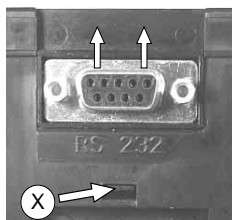

Fig. 9
- Rastnase (X) (Fig. 9) lösen und RS 232 Buchsenplatte (Option) nach oben ziehen.
- Detach the locking lug (X) (Fig. 9) and lift the RS 232 socket board (Option).